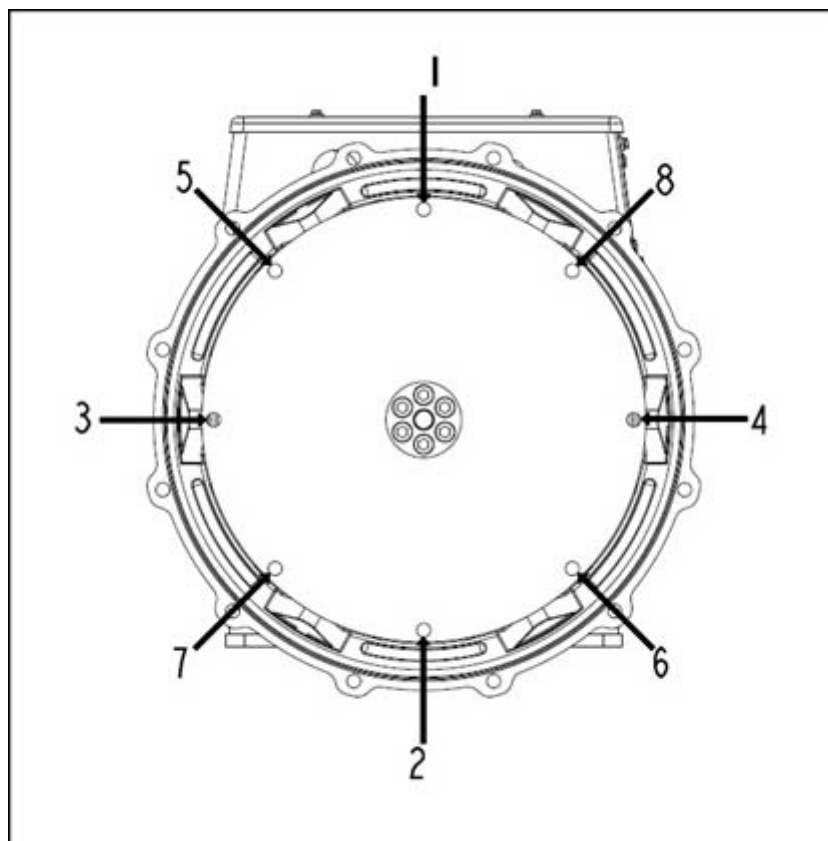

FIGURA 23. SEQUENZA DI FISSAGGIO AL VOLANO
10. Serrare i bulloni che fissano il disco di accoppiamento al volano, nella sequenza indicata in Figura 23 a pagina 43.